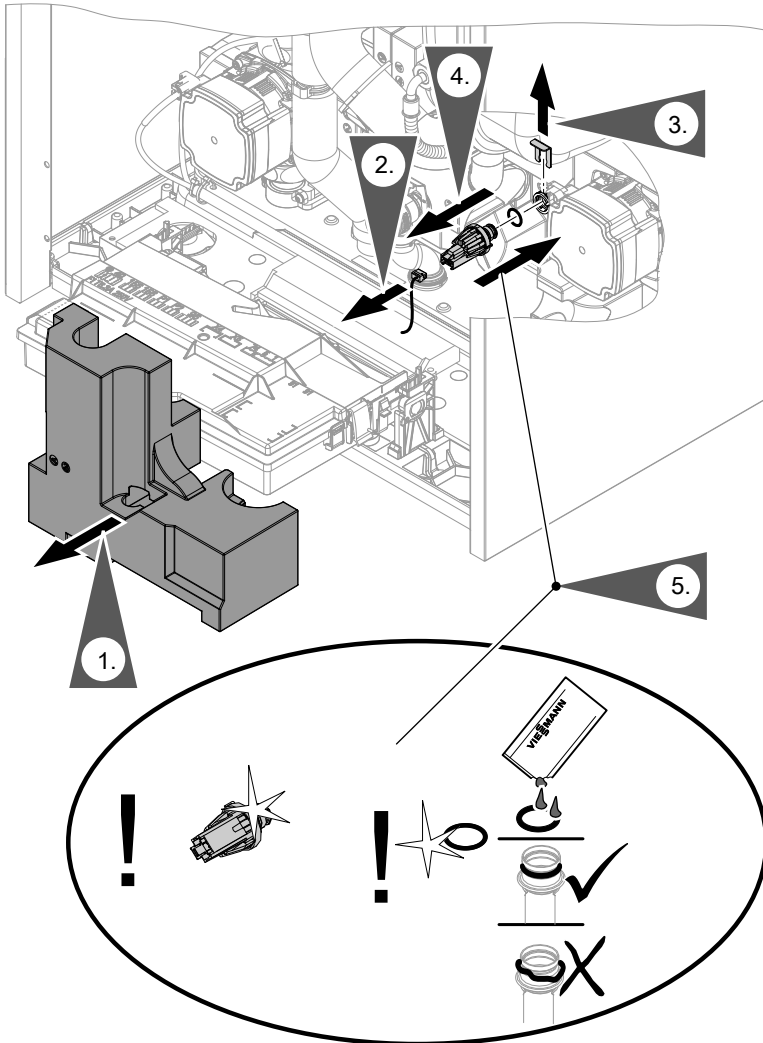

Abb. 86
- Wasserdrucksensor: Siehe Abb. 86.